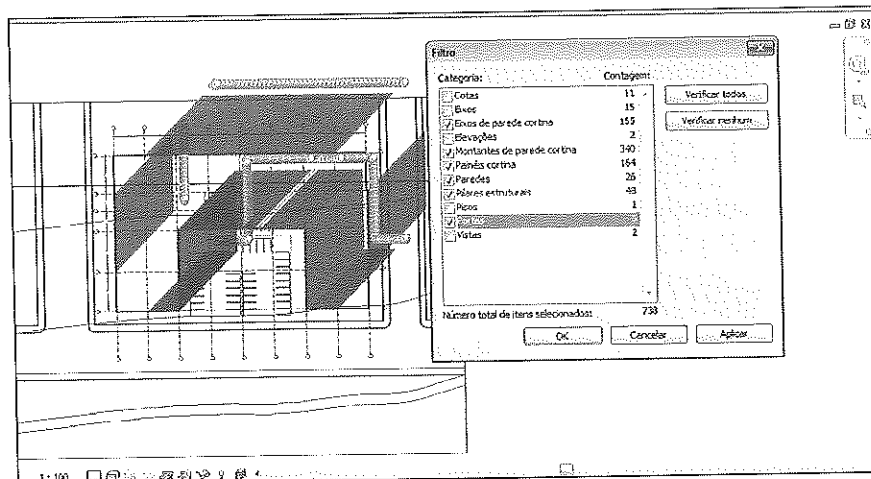

Figura A.59 – Seleção dos elementos do térreo a copiar para o Pav Tipo.
5. A laje de cobertura do pavimento **Térreo** será inserida na base do pavimento superior a ele, ou seja, o **Pav Tipo**. O próximo passo então é copiar todos os elementos do pavimento térreo que farão parte do pavimento tipo para o **Pav Tipo**. Na vista do térreo, faça uma janela com a opção **Window**, selecione todos os elementos, conforme a Figura A.59, e clique em **Filtro** para filtrar somente os elementos desejados. Clique em **Copiar para área de transferência** na aba **Modificar**, acesse **Colar > Alinhado com níveis selecionados** e na janela selecione **Pav Tipo**.